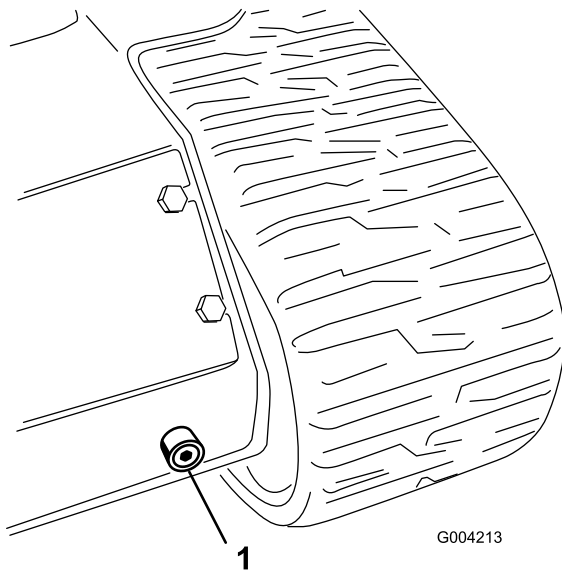

Figura 61
6. Coloque un recipiente grande (con capacidad para 56,8 litros) debajo del tapón de vaciado situado en la parte delantera de la unidad de tracción (Figura 61).
7. Retire el tapón de vaciado y deje fluir el aceite al recipiente (Figura 61).